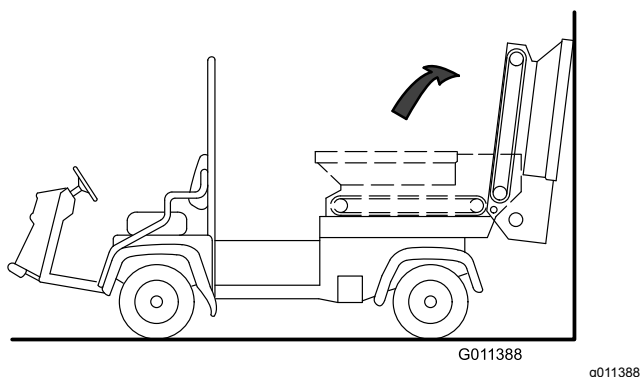

Figura 32
3. Gire la tolva hacia atrás y apóyela contra una pared, un poste, una escalera, etc. (Figura 32)..
Asegúrese de que la tolva está inclinada más allá de la vertical y/o sujeta a la pared o a un poste, para evitar que se caiga accidentalmente sobre la zona de trabajo (Figura 32).
- Gire con cuidado la tolva hacia abajo sobre los travesaños del bastidor deslizante; consulte la Figura 32 de Desmontaje de la plataforma deslizante \(página 24\).